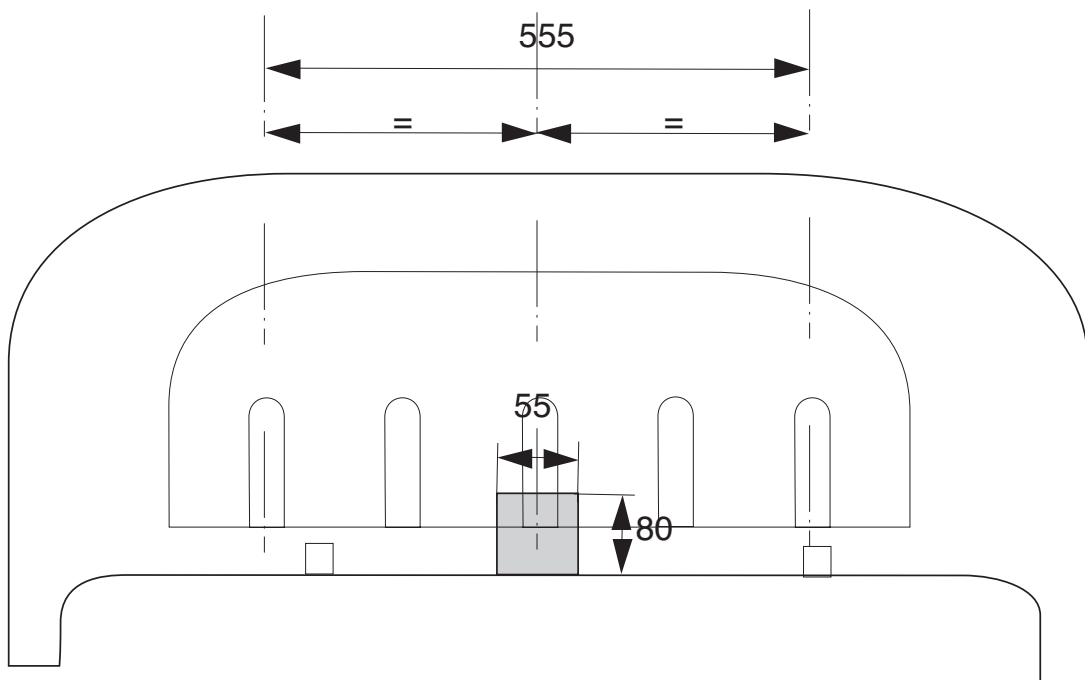

Fig. 1
1. Voor het type 2004-> geldt: Zaag in het midden aan de onderzijde van de bumper en spooler een deel van 55 mm breed en 80 mm diep uit: (fig.1) Verwijder rechts de bouten van het sleepoog aan de binnenzijde van het chassis (drie bouten), sleepoog niet verwijderen. De verwijderde bouten worden niet herplaatst.
1. Für Typ 2004-> gilt: Auf der Unterseite der Stoßstange und dem Spoiler in der Mitte einen 55 mm breiten und 80 mm tiefen Teil heraus-schneiden. (Abb.1)
1. Pour le type 2004->: Scier au milieu de la face inférieure du pare-chocs et du spoiler un morceau de 55 mm de large et 80 mm de profondeur. (fig.1)
1. **För typen 2004 > gäller:** Säga ut en del på 55 mm bred och 80 mm djup ur mitten av stötfångarens och spoliern undersida. (fig.1)
- 1. For typen 2004-> gælder:** Sav midt på kofangerens og spoileren underside en del på 55 mm bredde og 80 mm dybde ud. (fig.1)
- 1. Per la versione 2004-> vale:** Segare via dalla parte centrale inferiore del paraurti e dallo spoiler un pezzo largo 55 mm e profondo 80 mm. (fig.1)
- 1. Válido para el tipo 2004->:** Serrar y sacar del centro del lado inferior del parachoques y del espóiler una parte de 55 mm de ancho y 80 mm de profundidad. (fig.1)
- 1. Dla typu 2004-> obowiązuje:** Wypilować w środkowej części od spodu zderzaka i spojlera odcinek szerokości 55 mm i 80 mm w głęb. (fig.1)